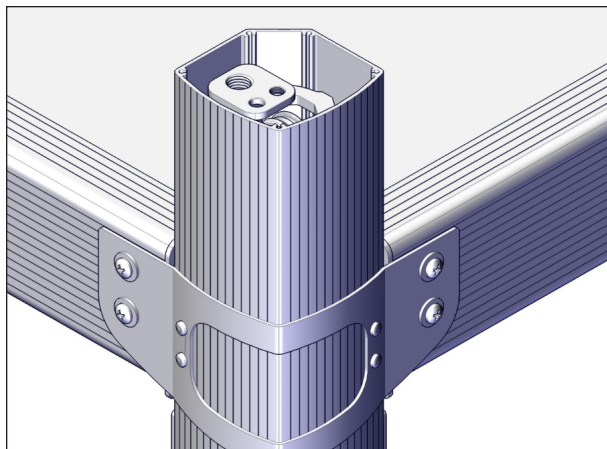

FIGURE 78: VÉRIN À L'INTÉRIEUR DES COLONNES
5. Soulever les vérins avec l'interrupteur à clé. Les quatre vérins à l'intérieur des colonnes se soulèvent, mais le couvercle doit rester immobile, voir Figure 78.